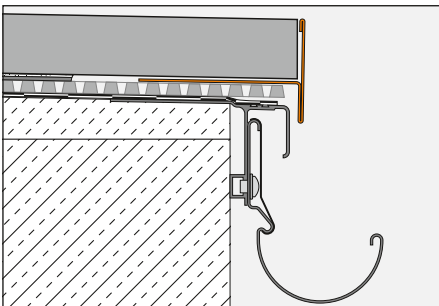

Fig. 2
Procedimento para a colocação de elementos de placa auto-portantes em pontos de colocação de argamassa com BARA-RT / BARA-RTC (Fig. 2 e 3)
- 3.2 Na colocação em TROBA-PLUS com anéis de cofragem de camada fina Schlüter-TROBA-STELZ-DR (Fig. 2), o perfil de remate BARA-RT / BARA-RTC cobre a aresta livre da estrutura de revestimento. Os pontos exteriores de colocação da camada fina estão posicionados na aba de fixação perfurada trapezoidal do BARA-RT / BARA-RTC. Os elementos de placa autónomos são depois colocados nos pontos de colocação.